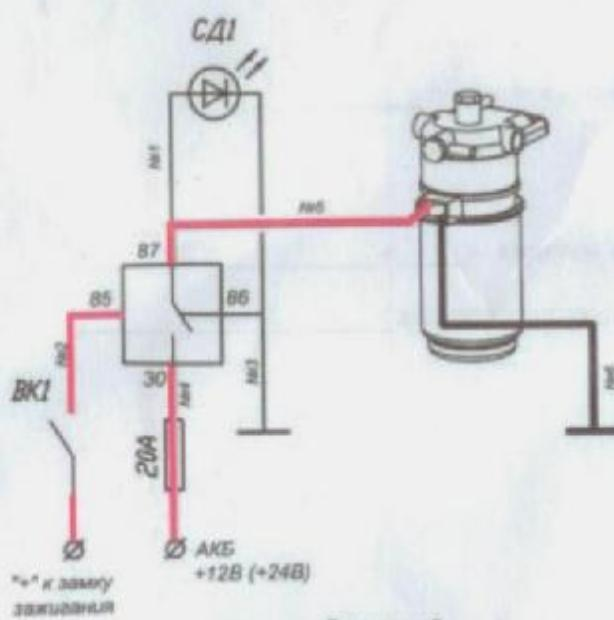

Рисунок 2
5.5 При подключении подогревателя к электрической бортовой сети с ручным управлением подогревом (рисунок 2):